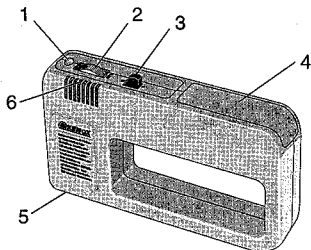

Fig. 1
### Legende (zu Fig. 1)
1. Batteriefach 4 (Fig. 1) öffnen.
1. Funktion „M“ Metallsuchen oder „V“ Spannungssuchen 3 (Fig. 1) am Wahlschalter einstellen.
2. Gerät mit Stellrad 2 (Fig. 1) einschalten.
3. Stellrad weiterdrehen, bis die Leuchtdiode 1 (Fig. 1) aufleuchtet und der Summer ertönt (Stellung M = Dauerton, Stellung V = Intervallton)
- Nach der Arbeit Gerät über das Stellrad 2 (Fig. 1) ausschalten, damit die Batterie nicht vorzeitig entladen wird.
**Legend (see Fig. 1)**
3. Metal detection (M) and voltage detection (V) selector switch
1. Open battery compartment 4 (Fig. 1).
1. Set the selector switch to "M" for metal detection or "V" for voltage detection 3 (Fig. 1).
2. Switch on the detector using adjuster wheel 2 (Fig. 1).
3. Rotate the adjuster wheel until LED 1 (Fig. 1) illuminates and the audio signal sounds (Setting M = continuous audio signal, setting V = intermittent audio signal)